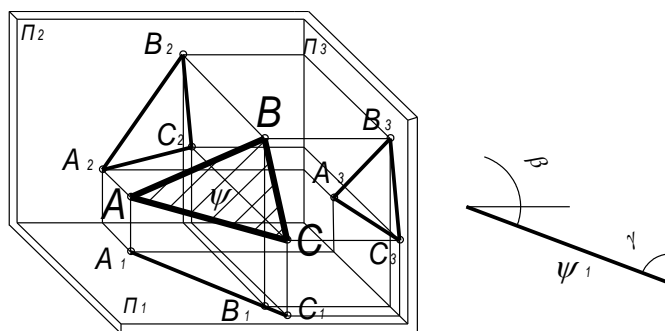

Рис. 9
4. *Горизонтально-проецирующая плоскость* – это плоскость Ψ , перпендикулярная к плоскости Π_1 и наклоненная к Π_2 и Π_3 под произвольными углами (рис. 9). На плоскость Π_1 она вырождается в прямую линию ψ_1 , которой и задается на эюре. В натуральную величину проецируются углы β и γ наклона ее к Π_2 и Π_3 .